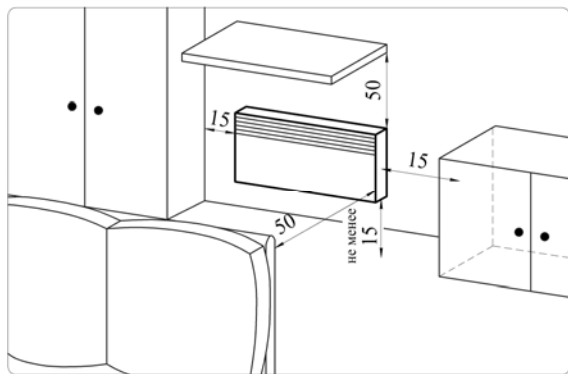

Рис.3 Пример установки конвектора в помещении
5.1.4 Для стационарной установки конвектора выполните на стене разметку под крепёжные отверстия (см. рис.2, табл.2) и закрепите кронштейны для установки конвектора, любым доступным способом, обеспечив надёжное крепление конвектора в течении всего срока эксплуатации и соблюдая минимальные расстояния от поверхностей конвектора до предметов окружающей обстановки, как показано на рис.3 (расстояния даны в сантиметрах).
5.1.7 Размещение «мобильного» конвектора в помещении аналогично (см. рис.3), при этом расстояние от задней стенки конвектора до предметов (мебель, шторы и т.п.) должны быть не менее 15 см.